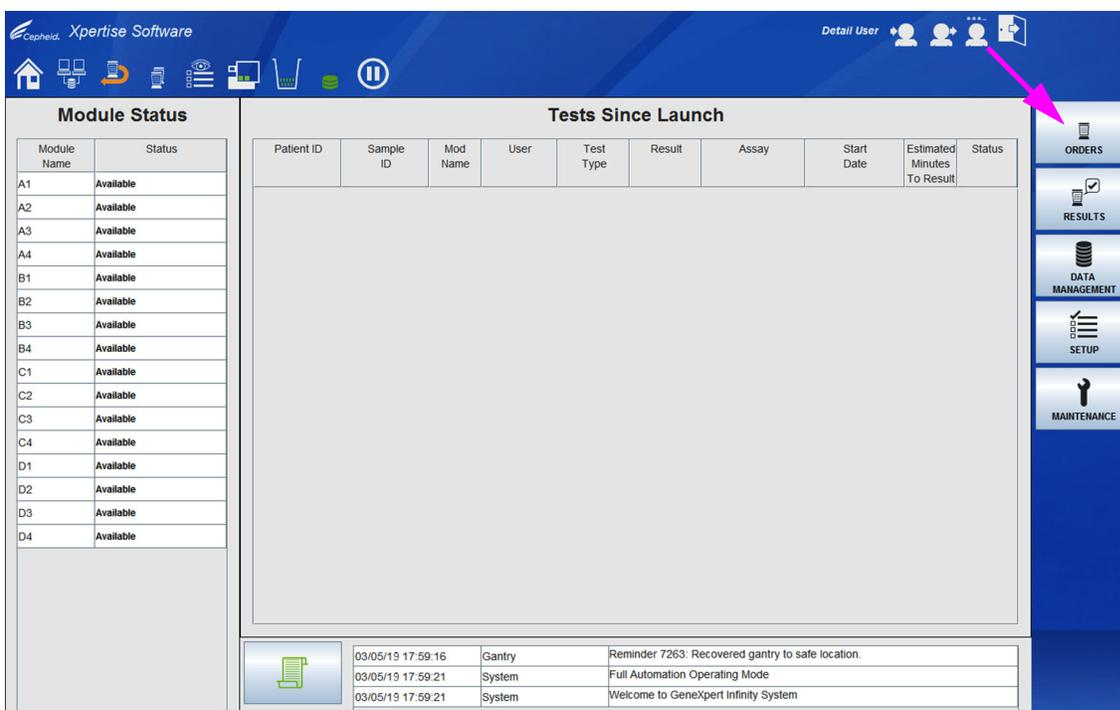
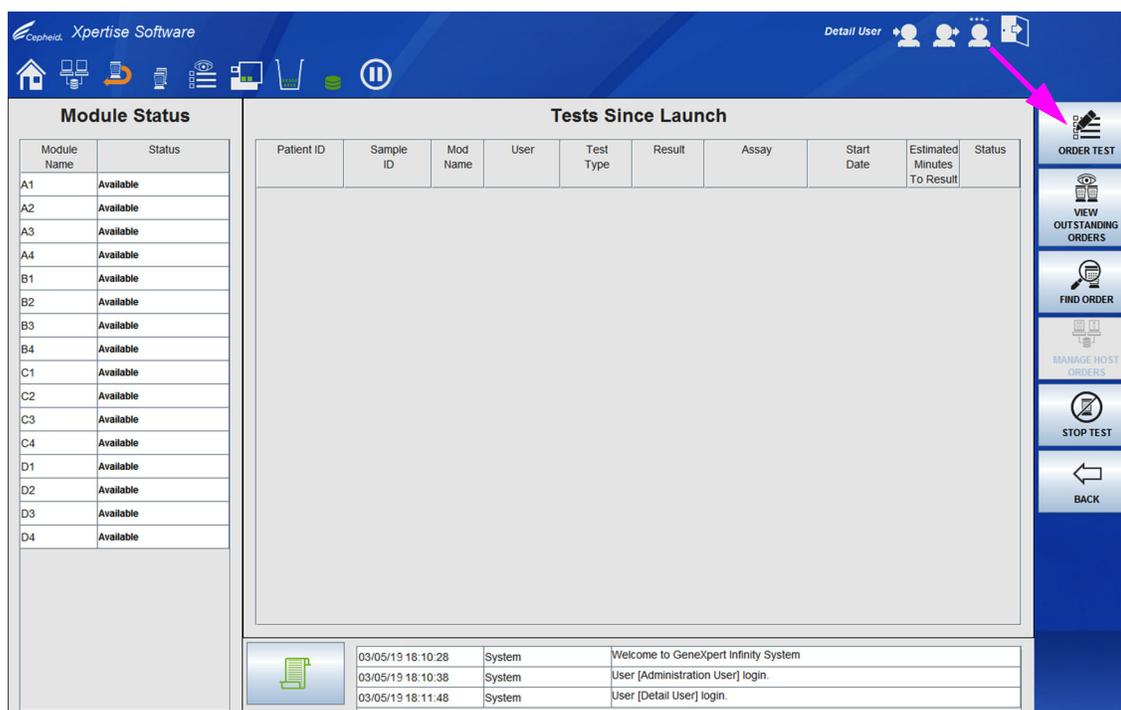

图 5-26. Xpertise 软件主页工作区
图 5-27. 指令菜单
软件启动时，系统检查自动化系统的状态，对各个 GeneXpert 模块执行自检，然后显示当前工作的 Xpertise 软件主页工作区。请参见图 5-26。
1. 在 Xpertise 软件主页工作区中，选择**指令 (ORDERS)** 按钮。请参见图 5-26。将显示指令菜单工作区。请参见图 5-27。
2. 选择**指令测试 (ORDER TEST)** 按钮。请参见图 5-27。